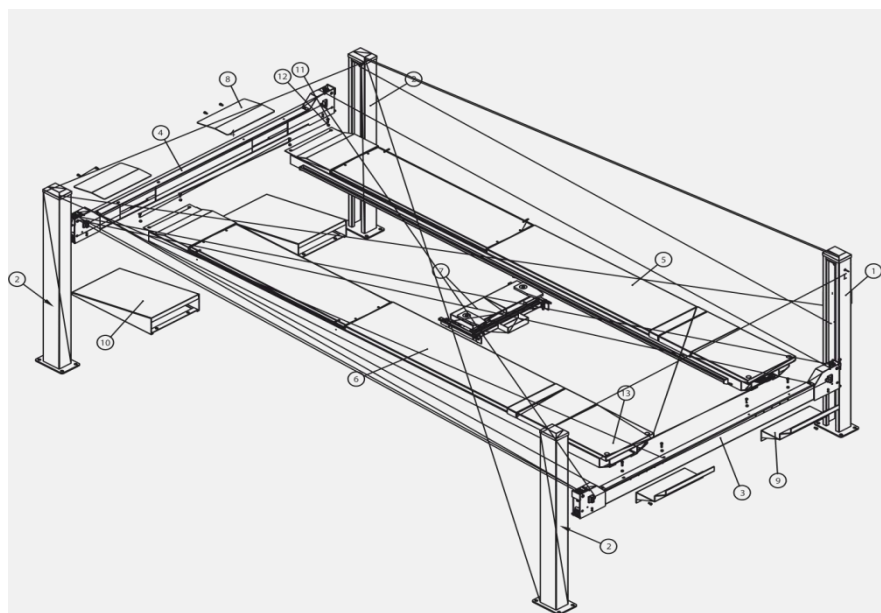

Рисунок 31
6.14 УСТАНОВКА ДОПОЛНИТЕЛЬНОГО ОБОРУДОВАНИЯ (Рисунок 31)